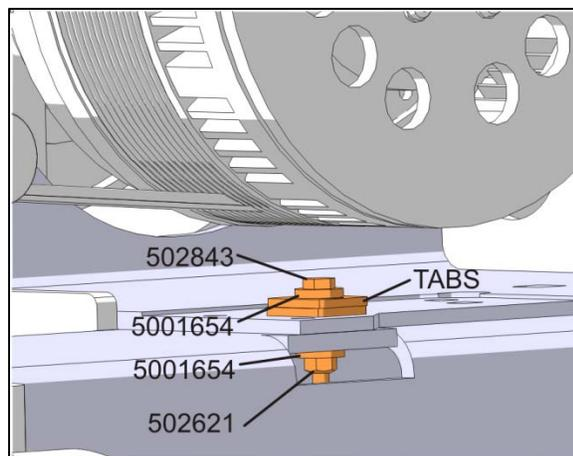

FIGURE 6
- 1.4. Enlever les languettes sur le nouvel embrayage et les conserver. (Figure 6)